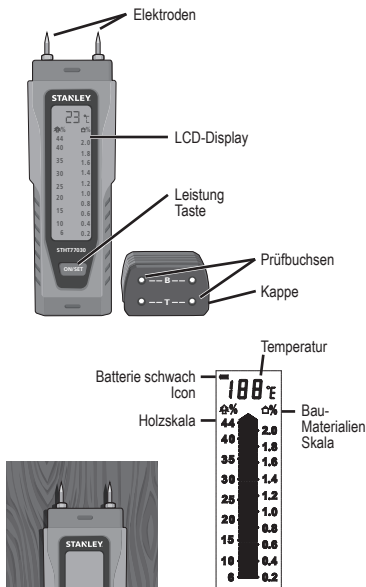

Abbildung 1
- Messen Sie in Holz quer zur Maserung (Abbildung 1).